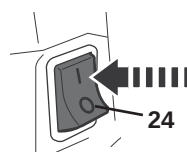

Fig. 24
- > Mettez l'interrupteur [24] sur "I" (Fig. 24) (démarrage à froid ou à chaud)